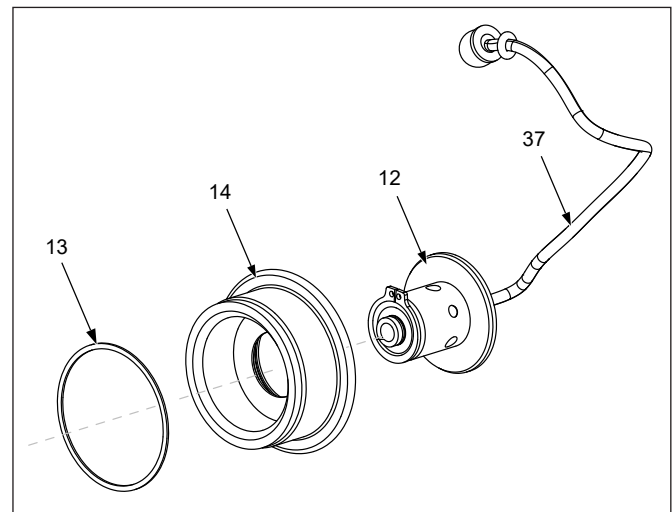

図17: スクエアドライブ展開図
7.2.5 スクエアドライブ解放ボタンの分解と再組み立て(図17)